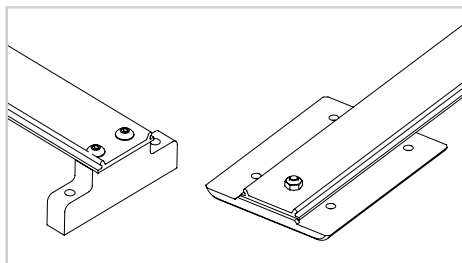

Fig. 6
- 5) Rimuovere le viti e i dadi per separare la cinghia di protezione dalle due piastrine alle sue estremità (Fig.6).